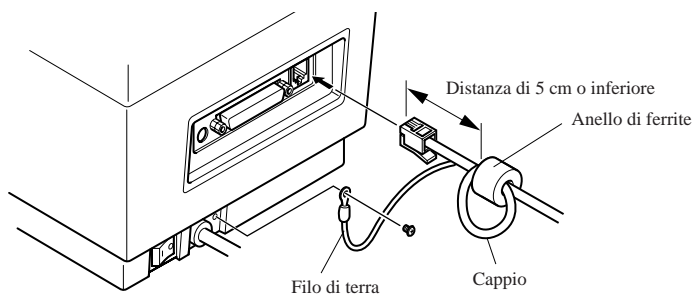

Fig. 3-5
- Fissare l'anello di ferrite grande sul cavo dell'unità periferica eseguendo la stessa procedura vista di ferrite del cavo dell'interfaccia parallela. Tuttavia, quando si applica l'anello di ferrite sul cavo dell'unità periferica, è necessario fare un cappio al cavo come mostrato in Fig. 3-5.